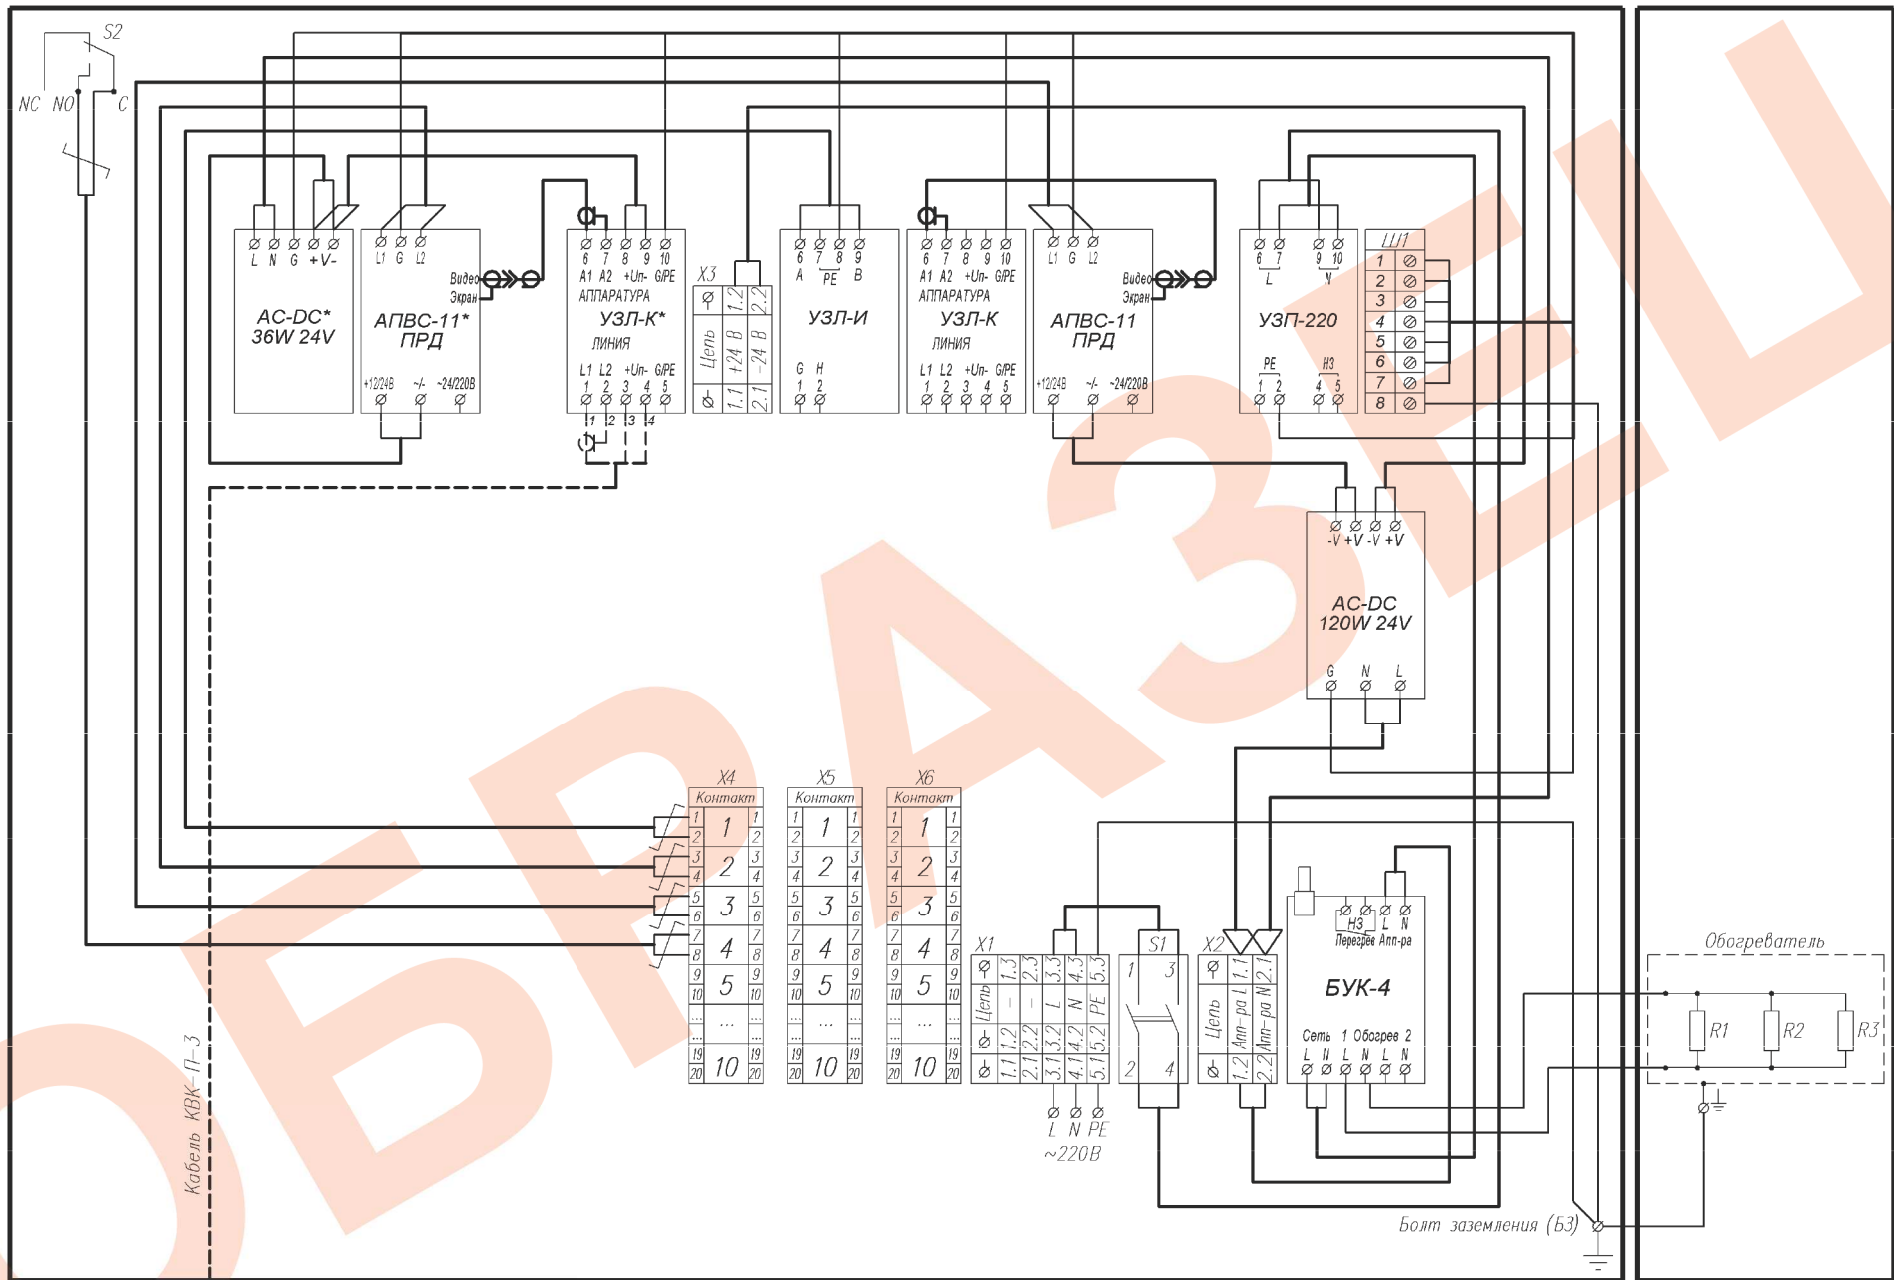

Рис. 1 Схема электрическая принципиальная ТШ-3-05 и ТШ-3-06
Подключение цепей термошкафа производится в соответствии со схемой электрической принципиальной (рис.1). Для подключения необходимо:
- подключить кабель питания ТКП к клеммам X3, соблюдая полярность (рис.1);
- подключить ТБК к УЗЛ-К с помощью кабеля КВК-П-3 и разъема РС-10 согласно схеме (рис.1).